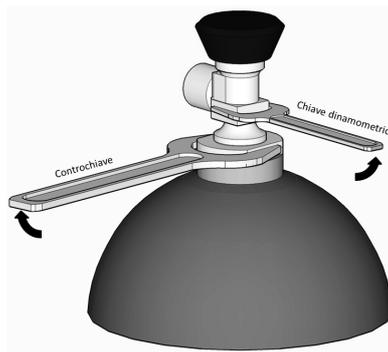

Abbildung 1. Verwendung des Konterschlüssels beim Ein- und Ausbau des Ventils
- VERWENDUNG EINES KONTERSCHLÜSSELS: einen Schlüssel gemäß Tabelle 1 an den (eingefrästen) Kerben des Anschlussstutzens ansetzen, wie in Abb. 1 dargestellt. Zur Montage des Ventils ist ein Momentenschlüssel zu verwenden, der auf die in EN ISO 13341 angegebenen Werte einzustellen ist. Keinesfalls Drehmoment von über 100 Nm anwenden, da sonst das Gewinde beschädigt wird.